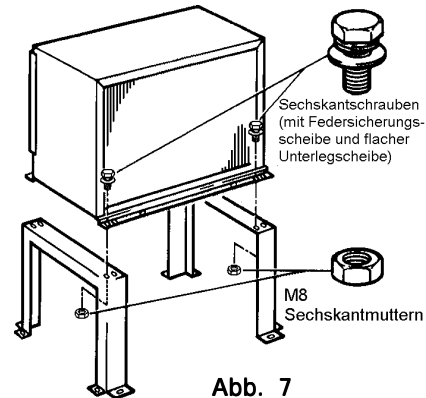

Abb. 7
- 1) Die Füße mit acht Schrauben des Typs M8 x 16 mm am Kondensator befestigen. Sechskantschrauben und M8-Muttern, wie in der Abbildung dargestellt. Siehe Bild 7.